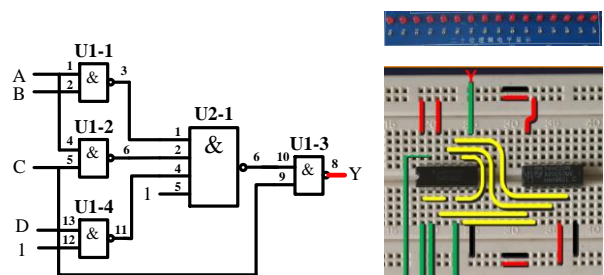

图 14 连接输出信号
- 6、**连接输出信号**，将输出 Y 对应管脚，同样用丁字线，与实验箱上发光二极管连接，如图 14 所示